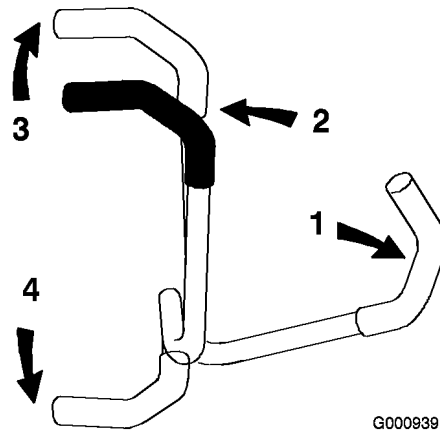

Figura 16
3. Per fare marcia avanti spingete lentamente in avanti le leve di controllo del movimento (Figura 16).
Per spostarvi in linea retta applicate una pressione identica su entrambe le leve di controllo del movimento (Figura 16).
Per girare, spostate la leva di controllo del movimento verso il folle, nella direzione in cui volete voltare (Figura 16).
2. Per fare marcia indietro tirate lentamente indietro le leve di controllo del movimento (Figura 16).
Per spostarvi in linea retta, applicate una pressione identica su entrambe le leve di controllo del movimento (Figura 16).
Per girare, rilasciate la pressione sulla leva di controllo del movimento verso la direzione in cui volete voltare (Figura 16).